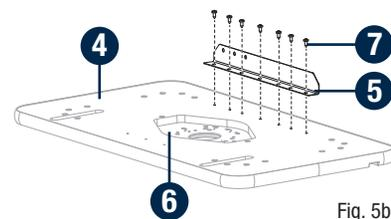

Fig. 5b
- Desserrez et retirez les vis (1) et les écrous (2) du boîtier d'interrupteur (3).
- Placez le plateau de table (4) à l'envers sur une surface plane.
- placez le rail avant (5) à l'avant de la zone de la plaque d'insertion (6), les trois trous du rail de guidage avant étant situés à l'extérieur du plateau (4), comme représenté sur la figure 5b.
- utilisez les sept vis de guidage avant (7) pour maintenir le rail avant (5) en place.
- Maintenez le boîtier de l'interrupteur (3) de sorte que la flèche marquée du mot « I » sur l'interrupteur à bascule soit à l'envers.
- Alignez les trois trous dans le boîtier d'interrupteur (3) avec les trois trous à l'extérieur du rail avant (5).
- Insérez les vis du boîtier de l'interrupteur (1) à travers les trous dans le boîtier de l'interrupteur (2) et à travers les trous dans le rail avant (5).
- Installez les écrous du boîtier de l'interrupteur (2) à l'arrière des vis du boîtier de l'interrupteur (1).